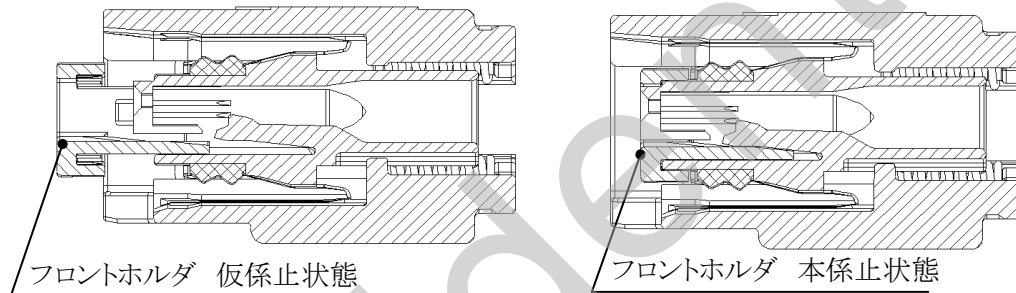

図1
- 1) 端子の挿入前にフロントホルダが仮係止位置にあることを確認して下さい。(図1)
- 1) 端子装着後、フロントホルダを矢印①の方向へ押し込んで係止させて下さい。
- 2) フロントホルダが確実に本係止状態にあることを確認して下さい。(9頁 図1 参照)